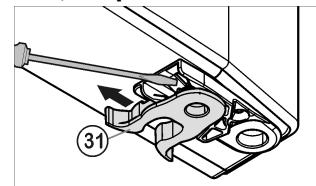

Fig. 8
- Cambiar de sitio la grapa elástica Fig. 8 (31): presione hacia abajo el saliente de enganche y retire la grapa elástica.